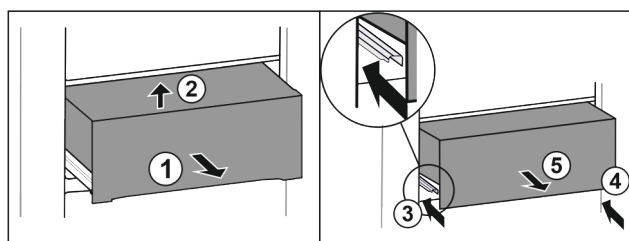

Fig. 38
- ▶ Estrarre il cassetto a metà. Fig. 38 (1)
- ▶ Sollevare il cassetto dal davanti. Fig. 38 (2)
- ▶ Inserire la guida sinistra. Fig. 38 (3)
- ▶ Inserire la guida destra. Fig. 38 (4)
- ▶ Rimuovere il cassetto tirandolo in avanti. Fig. 38 (5)